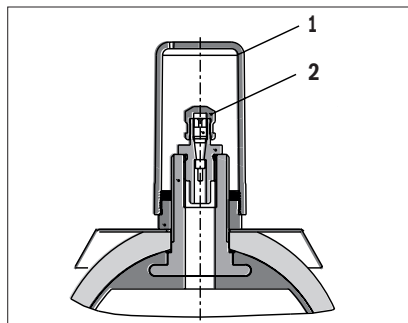

Abb. 4: Blasenspeicher: Abdeckkappe und Dichtkappe entfernen
1. Entfernen Sie die Abdeckkappe, siehe Abb. 4, Pos. 1, und die Dichtkappe, siehe Abb. 4, Pos. 2, von der Gasseite des Blasenspeichers.